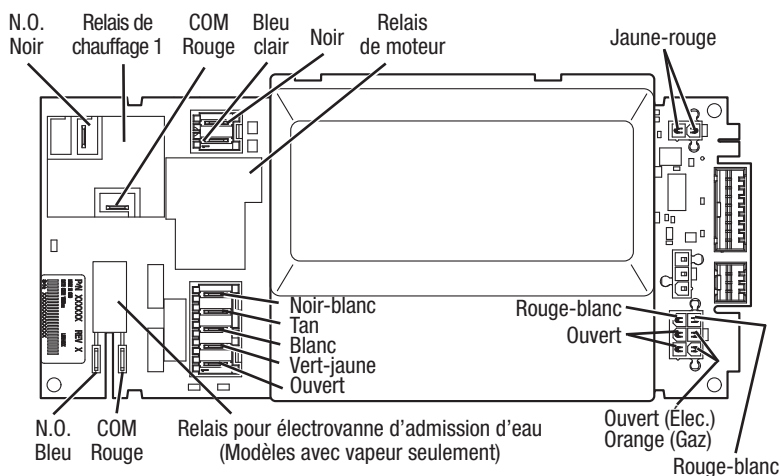

Figure 15. Module de commande électronique (l'aspect peut varier, selon le modèle).
- 2.** Exécuter les étapes de Modules électroniques – Accès et dépose; vérifier que les conducteurs sont connectés sur le relais de l'électrovanne d'admission d'eau (carte des circuits de commande électronique). Voir figure 15, page 56.
1. Supprimer toutes les connexions des conducteurs sur le module de commande électronique de la machine. Voir figure 15, page 56.